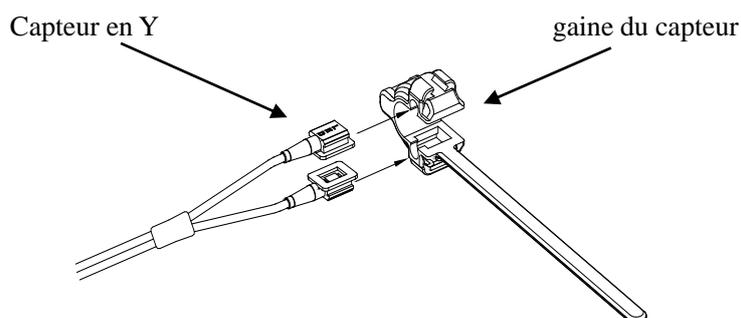

Figure 9-2 Sonde pédiatrique d'oxygène sanguin (1)
- Le capteur SpO₂ néonatal se compose d'un capteur en forme de Y et d'une gaine de capteur. Insérez l'extrémité émettrice LED et l'extrémité réceptrice du capteur en forme de Y dans les rainures supérieure et inférieure de la gaine du capteur (comme illustré à la Figure 9-2). Le capteur SpO₂ néonatal est illustré à la Figure 9-3.